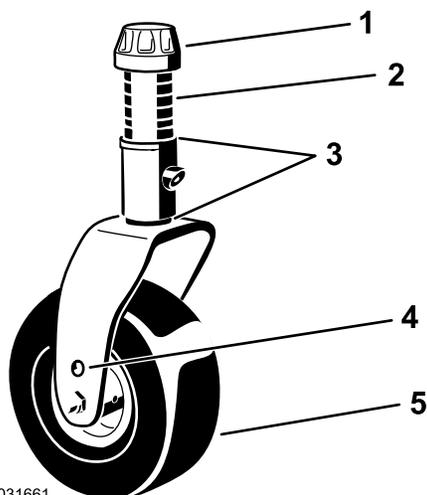
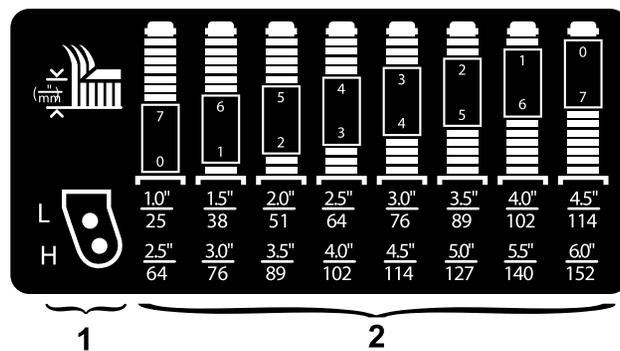

Figure 7
Figure 8
Placez les axes des roues pivotantes dans les mêmes trous sur les deux fourches. Pour choisir les trous correspondant au réglage, reportez-vous à la Figure 7 et à la Figure 8.
1. Enlevez le chapeau de tension de l'axe de pivot (Figure 7) et sortez l'axe du bras pivotant. Remplacez les 2 cales sur l'axe de pivot comme à l'origine. Elles sont requises pour que les tabliers de coupe soient parfaitement de niveau sur toute la largeur.
2. Insérez le nombre correct d'entretoises sur l'axe de pivot pour obtenir la hauteur de coupe voulue (Figure 7).
Reportez-vous à la Figure 8 pour déterminer les combinaisons d'entretoises requises pour la hauteur de coupe souhaitée.